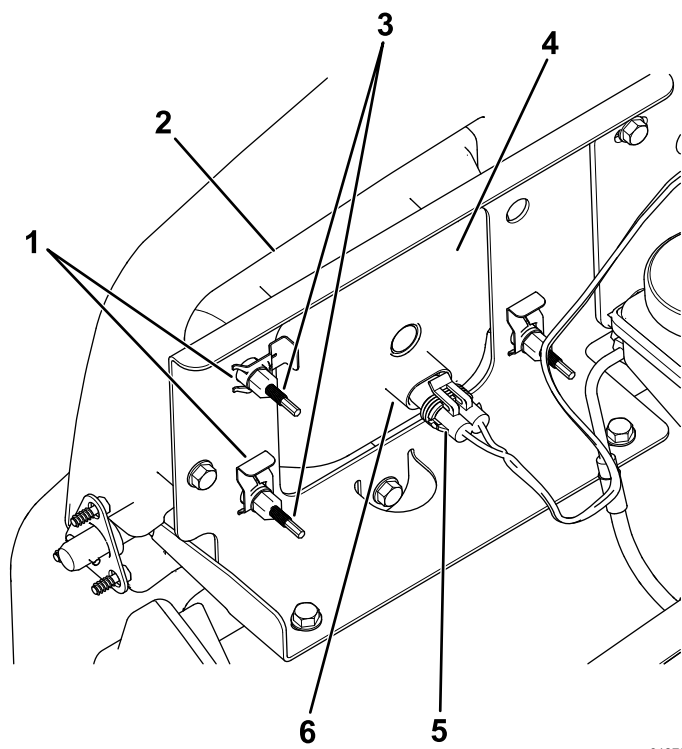

Figura 51
3. Desconecte el conector eléctrico del arnés de cables del conector del conjunto de la lámpara (Figura 51).
- Retire los conectores rápidos que sujetan el faro al soporte del faro (Figura 51).
- Retire el faro desplazándolo hacia adelante y pasándolo por el hueco del parachoques delantero (Figura 51).
- Introduzca el faro nuevo a través del hueco del parachoques (Figura 51).
- Conecte el conector eléctrico del arnés de cables al conector del conjunto de la lámpara (Figura 51).
- En la parte trasera del faro, gire los tornillos de ajuste (Figura 51) para pivotar el conjunto y ajustar de la posición del haz de luz.